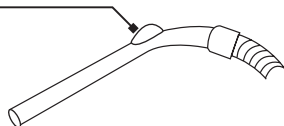

Fig. 13 – Regularo de la fuerza de succión
3. Es posible regular la succión de la aspiradora, cuando vaya aspirar materiales más frágiles abra la válvula de succión de esta forma la fuerza de aspirado será menor, de acuerdo a lo mostrado en la Fig. 13.